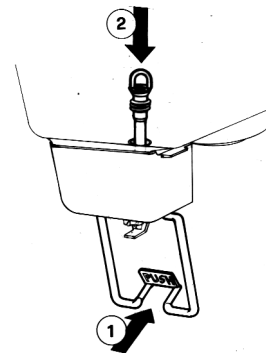

Bild 11
- 2 - Ausgabehebel drücken (1) und Ausgabeschlauch in seinem vertikalen Sitz in Behälterboden einsetzen (2) (Bild 11).